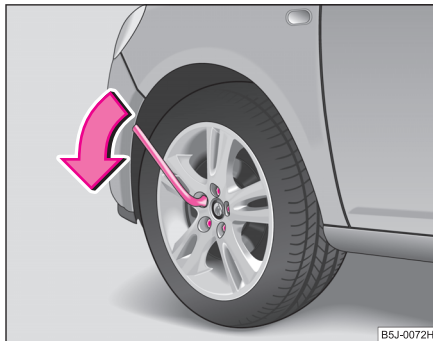

Abb. 159 Radwechsel:
- Fassen Sie am Schlüsselende an und drehen Sie die Schraube etwa **eine** Umdrehung nach links ⇒ Abb. 159.